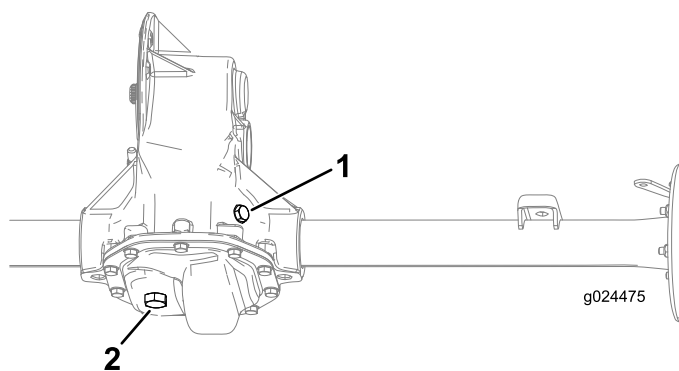

Figura 36
2. Togliete il tappo di riempimento sul transaxle (Figura 36).
3. Se il livello dell'olio è basso, togliete il tappo di riempimento e aggiungete l'olio specificato finché non fuoriesce (Figura 36).
1. Allineate una bacinella di spurgo sotto il tappo di spurgo (Figura 36).
2. Togliete il tappo di riempimento e la guarnizione (Figura 36).
3. Togliete il tappo di spurgo e la guarnizione per lasciare defluire completamente l'olio (Figura 36).